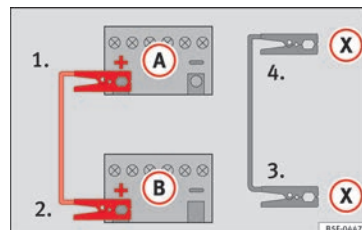

Fig. 80 Schéma de branchement pour les véhicules équipés du système Start-Stop.
- 4b. *Sur les véhicules avec système Start-Stop* : raccordez une extrémité du câble d'urgence *noir* (X) à une borne de mise à la terre appropriée, à une pièce métallique massive vissée au bloc-moteur, ou au bloc-moteur lui-même » fig. 80.
5. Branchez l'autre extrémité du câble de démarrage *noir* (X), dans le véhicule avec la batterie déchargée à une pièce en métal massif vissée au carter-moteur ou directement au carter-moteur mais le plus loin possible de la batterie (A).